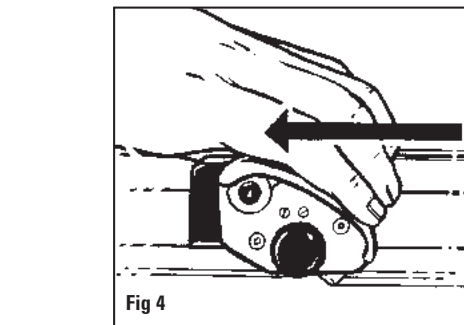

Fig 4
4. Fassen Sie das Klingensmagazin wie in Abb. 4 gezeigt und schieben Sie den Schneidkopf auf sich zu, bis der Karton vollständig geschnitten ist.
4. Sosteniendo al sujetador de la cuchilla según se muestra en la Fig. 4, tire de la cabeza de corte directamente hacia usted hasta que el tablero de lámina perimétrica esté cortado totalmente.
4. Tenendo il portalamina come illustrato nella Fig. 4, tirare la testa di taglio direttamente verso di sé finché il cartoncino non sia completamente tagliato.
6. Faites pivoter le support de lame à biseau vers le bas afin d'insérer la lame dans le passe-partout. **CONSEIL : Maintenez la tête de découpe fermement pour qu'elle ne dévie pas lors de la première entame de la lame, ce qui aurait pour effet de produire une surcoupe.** Fig. 4.
6. Drücken Sie das Klingemagazin vollständig nach unten, so dass die Klinge in den Karton einsteht. **TIPP: Halten Sie den Schneidkopf fest genug um zu verhindern, dass er sich nach vorn verschiebt, wenn die Klinge einsteht, da es sonst zu Überschnitten kommen kann.** Abb. 4.